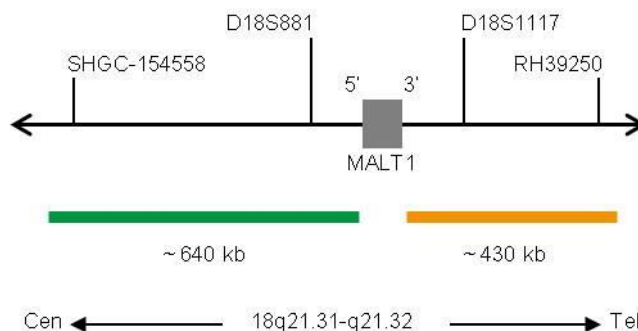

Fig. 1: SPEC MALT1 Mappa della sonda (non in scala)
- Polinucleotidi (~10 ng/μl) marcati con ZyGreen (eccitazione 503 nm/emissione 528 nm), le cui sequenze target mappano 18q21.31-q21.32* (chr18:55,690,725-56,330,582) prossimali al punto di rottura di MALT1 (vedere Fig. 1).
- Polinucleotidi (~4.5 ng/μl) marcati con ZyOrange (eccitazione 547 nm/emissione 572 nm), le cui sequenze target mappano in 18q21.32* (chr18:56,427,386-56,859,755) distali al punto di rottura di MALT1 (vedere Fig. 1).